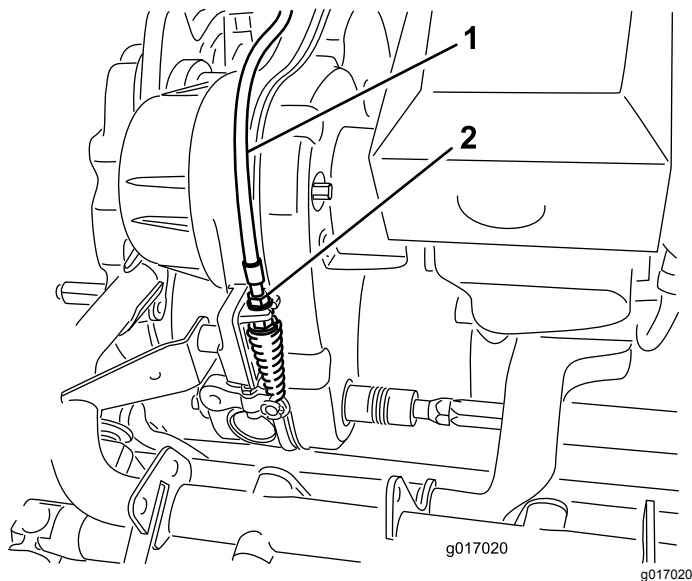

図 49
2. トランスミッションのバルクヘッド部で、リールコントロールのケーブル 図 49 を調整するスプリングの長さが 70.672.4mm になるように調整する。